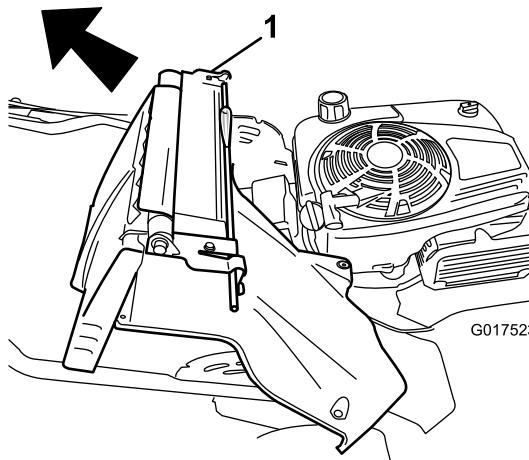

Figura 33
7. Retire a porta traseira e conjunto da alavanca-bloqueio-manípulo (Figura 33).